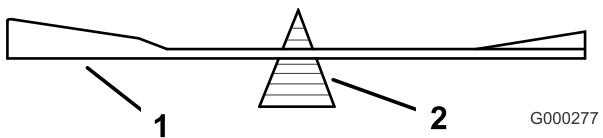
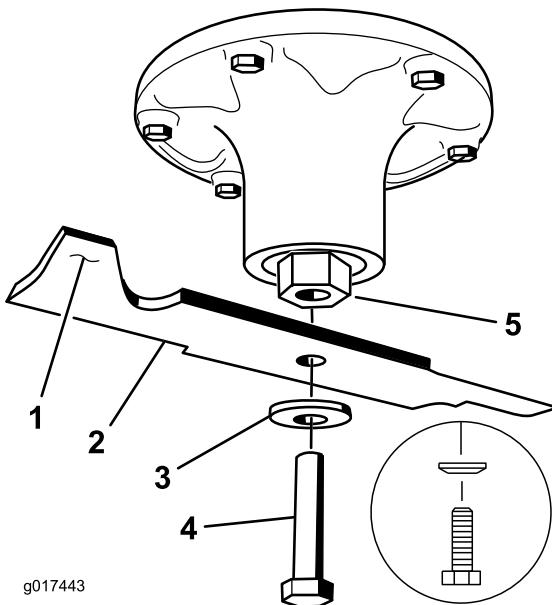

Figura 80
Figura 81
2. Verifique el equilibrio de la cuchilla colocándola sobre un equilibrador de cuchillas (Figura 80). Si la cuchilla se mantiene horizontal, está equilibrada y puede utilizarse. Si la cuchilla no está equilibrada, rebaje algo el metal en la parte de la vela solamente (Figura 81). Repita este procedimiento hasta que la cuchilla esté equilibrada.
2. Instale la cuchilla, la arandela de muelle y el perno de la cuchilla. El cono de la arandela de muelle debe estar orientado hacia la cabeza del perno (Figura 81). Apriete el perno de la cuchilla a 115–150 Nm (85–110 pies-libra).